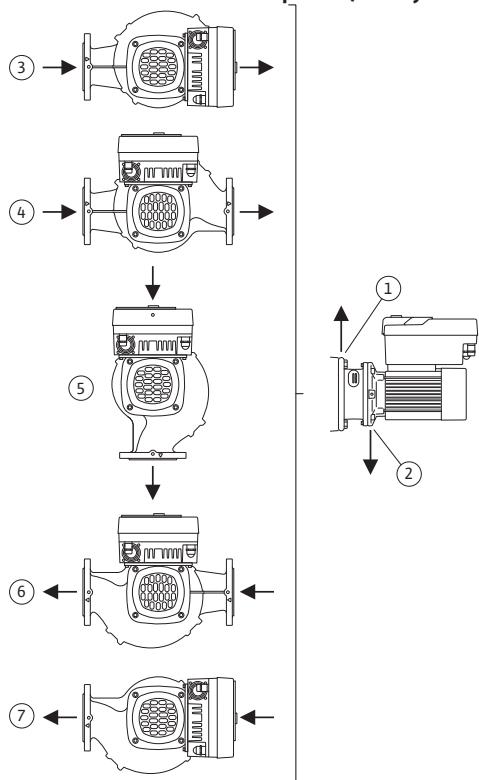

Fig. 17: Sallitut asennusasennot, vaakasuuntainen akseli
- Kun moottoriakseli on vaakasuorassa, kondenssivesiaukon pitää olla alaspäin (Fig. 17, pos. 2). Tarpeen vaatiessa moottoria pitää kiertää.